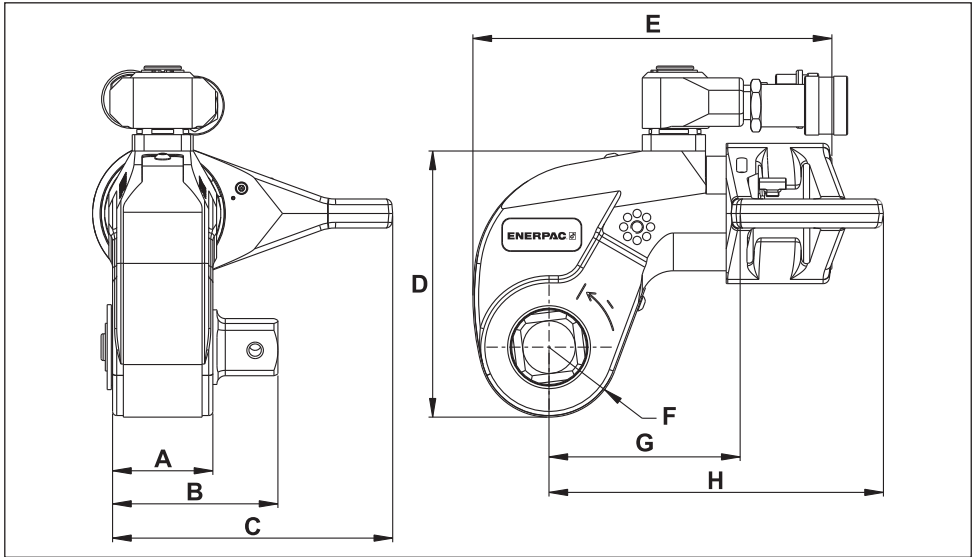

Abb. 28
6.1 Kapazitäten, Abmessungen und zusätzliche Produktdaten (Abb. 28)